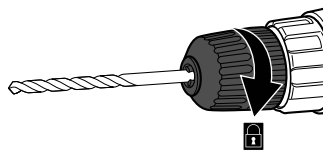

Fig. 3
3. Sujeter el portabrocas de sujeción rápida (3) en posición y gire el manguito del mandril (2) en sentido horario hasta que la broca se sujeta correctamente en las mordazas del mandril (1) (Fig. 3).